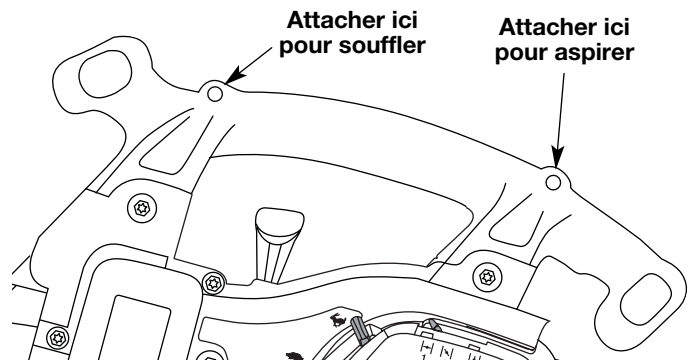

Fig. 7
- Encliquez le clip dans le support de fixation à l'avant ou à l'arrière de la poignée. Attachez à la partie antérieure de la poignée lorsque vous vous servez de la machine dans sa configuration souffleur, et attachez à la partie postérieure de la poignée lorsque vous vous servez de la machine en configuration aspirateur (Fig. 7).